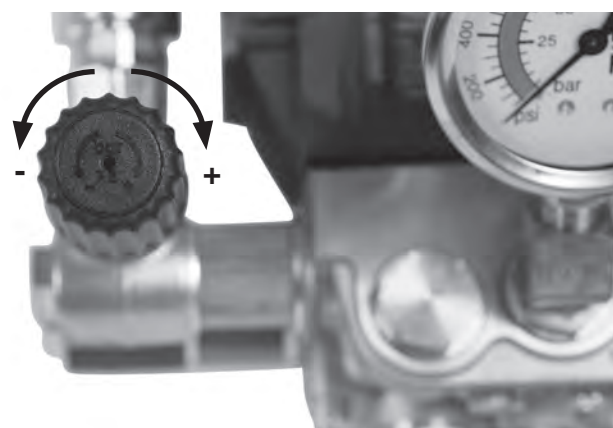

Figure 4 – Réglage de la détente
2. Sur le KJ-1750, réglez la détente pour que le manomètre indique une pression de 1750 PSI (zone verte). A cette pression, le KJ-1750 tire approximativement 17 ampères en 120 Volts de courant alternatif (*Figure 4*).